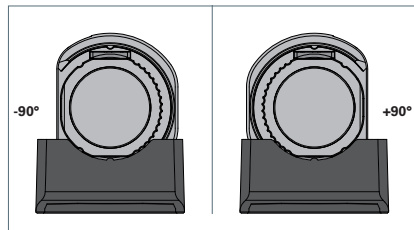

Fig. 7: Leuchte ausrichten bei -90° oder $+90^\circ$.
- ▶ Drehen Sie die Leuchte in einen Winkel von genau -90° oder $+90^\circ$, siehe Fig. 7.